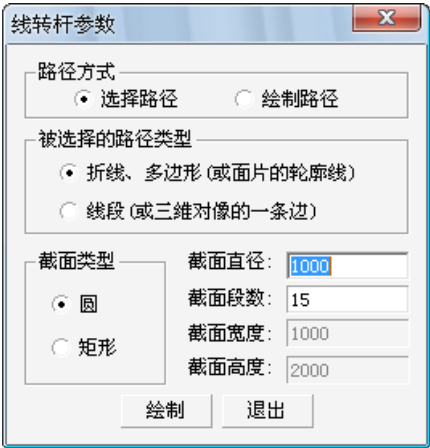

图 4-20 线转杆参数设置对话框
1. 选择 [绘图] | [线转杆]，弹出“线转杆参数”对话框，如图 4-20 所示；